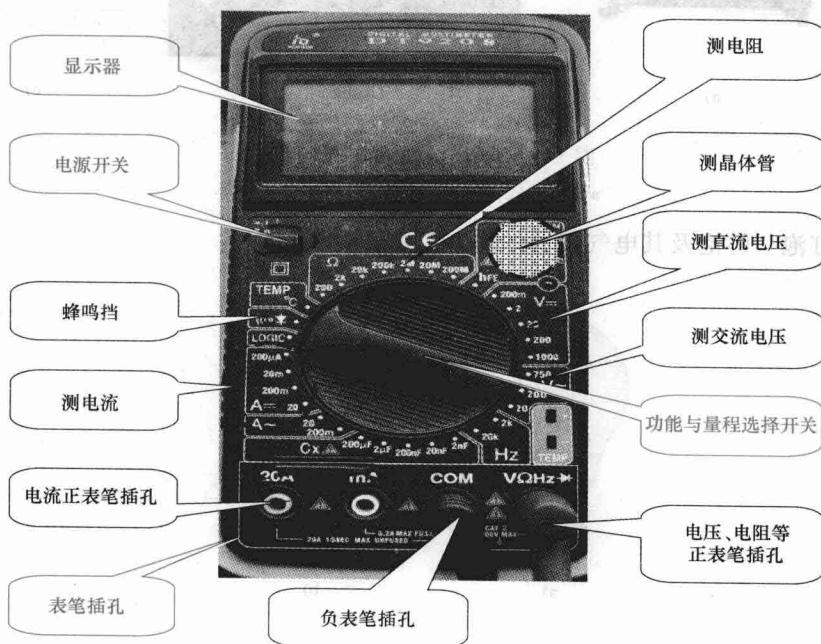

图 1-9 数字万用表的面板
(1) 数字万用表的面板 如图 1-9 所示, 数字万用表的面板主要由电源开关、显示器、功能与量程选择开关和表笔插孔四部分组成, 各部分的功能如下:
- 3) 功能与量程选择开关：功能与量程选择开关可以根据具体情况选择不同的量程、不同的物理量。可以选择测交流电压、测直流电压、测晶体管、测电阻、测电流等，并设有蜂鸣挡，如图 1-9 所示。